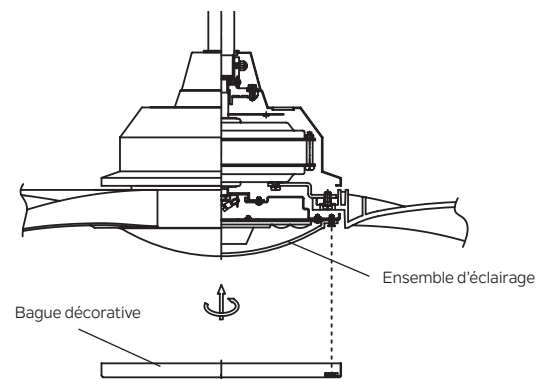

Fig. 18
**Étape 4.** Positionnez les encoches de la bague décorative de manière à ce qu'elles soient alignées avec les languettes de l'ensemble d'éclairage à DEL. Soulevez soigneusement la bague décorative à l'intérieur l'ensemble d'éclairage et fixez-la au ventilateur en tournant la bague décorative dans le sens des aiguilles d'une montre jusqu'à ce qu'elle soit bien ajustée. **NE SERREZ PAS TROP.** (Fig. 18)